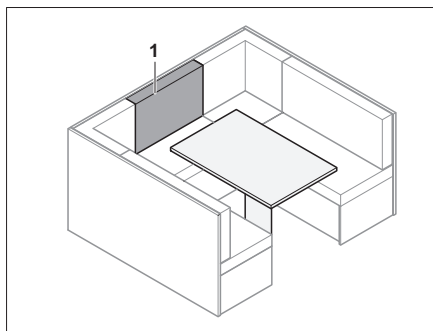

Fig. 132 Avant la transformation
- Placer le coussin de dossier (Fig. 132,1) sur la table devant le coussin supplémentaire.